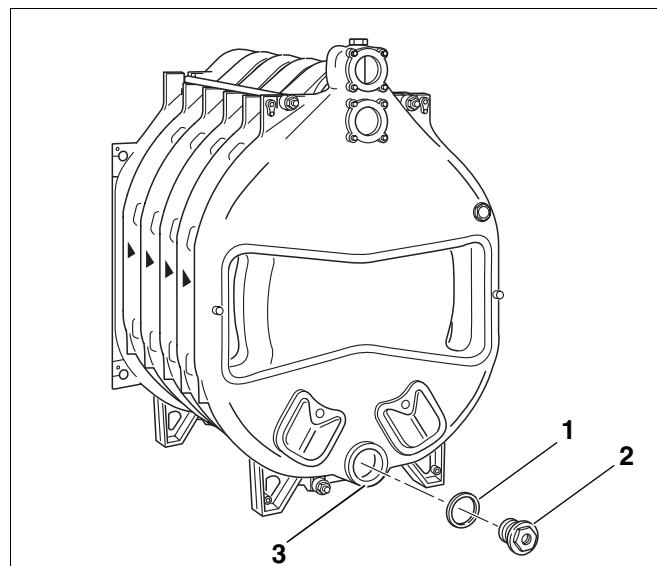

Рис. 21 Установка фланца
- Закрыть спереди и сзади нижнюю ступицу котла (рис. 21, **поз. 3**). Для этого установить на соответствующие ступицы котла уплотнения (рис. 21, **поз. 1**) и заглушки (заглушка с резьбовым отверстием диаметром $\frac{3}{4}$ " для наполнения и слива (рис. 21, **поз. 2**) устанавливается на задней стороне котла).